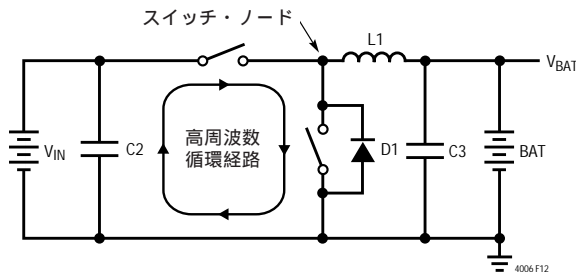

図12．高速スイッチング・バス
効率を最大にするため、スイッチ・ノードの立上り時間と立下り時間を最小にします。電磁放射と高周波共振の問題を防ぐには、デバイスに接続される部品の適切なレイアウトが不可欠です(図12を参照)。PCBの適切なレイアウトのための優先順位のリストを示します。ここに示されている順序にしたがってPCBをレイアウトしてください。
- 電流のプログラミングに関して最高の精度を得るには、 R_{SENSE} からCSPおよびBATへケルビン接続をおこないます。一例として図12を参照してください。